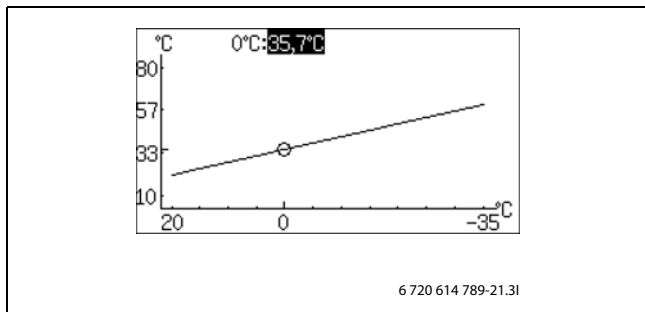

Bild 47
- ▶ Vrid ratten när fyrkanten är markerad tills 0 °C är markerad (→ Bild 47).